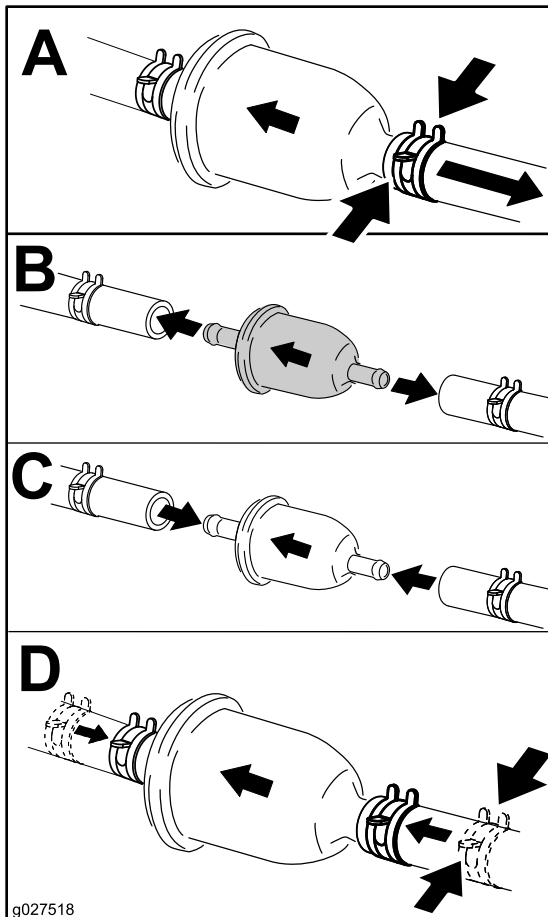

Figura 52
4. Cambie el filtro de combustible según se muestra en Figura 52.